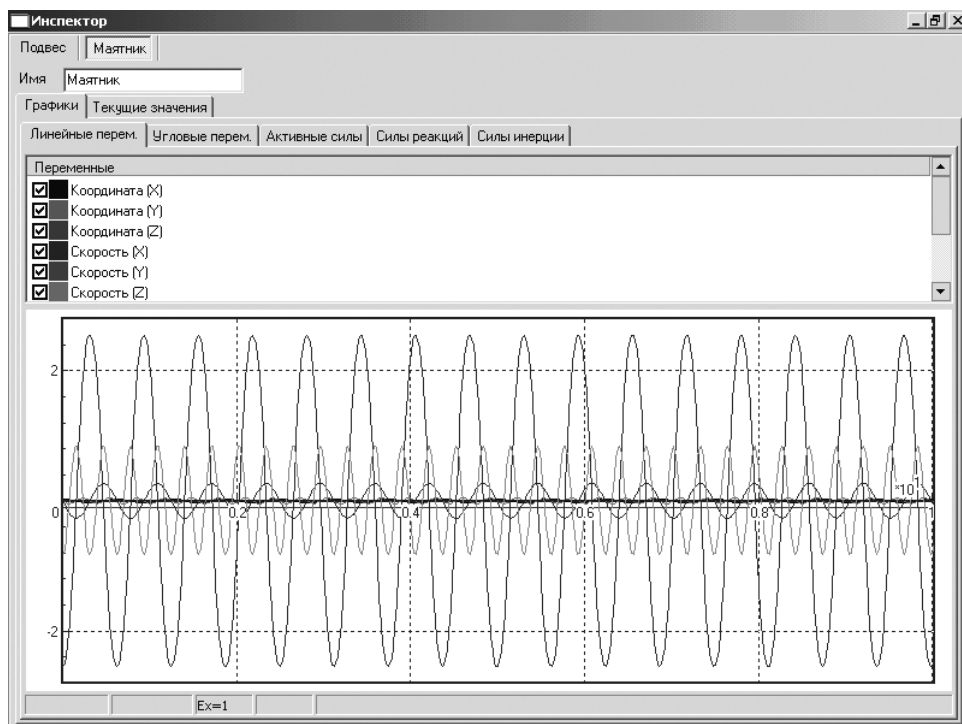

Рис. 1.15. Состояние окна **Инспектор** в развернутом виде с открытыми вкладками **Графики** и **Линейные переменные**
- щелкните в окне **Инспектор** по кнопке управления  – **Развернуть**. Появится окно **Инспектор** в развернутом виде с результатами моделирования в графическом виде, см. рис. 1.15.